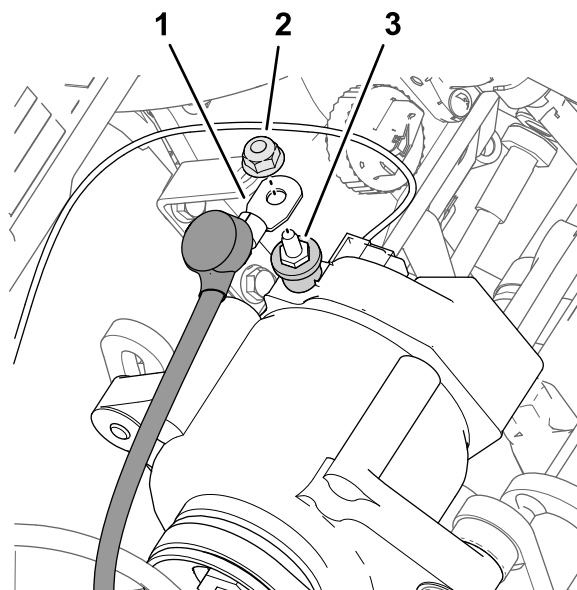

Figura 185
3. Rimuovete il dado dal polo terminale (Figura 185) dell'alternatore (50 A).
4. Montate il filo rosso, calibro 6 dell'alternatore sul polo terminale dell'alternatore (50 A) con il dado (Figura 185).
7. Tagliate la copertura isolante sul polo terminale dell'alternatore (Figura 185).